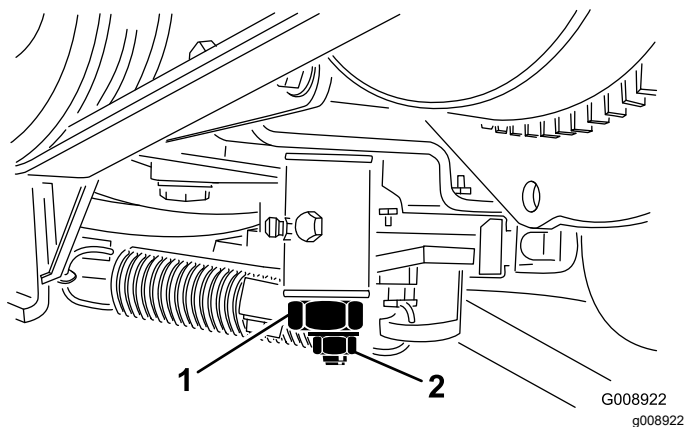

Bild 56
4. Lockern Sie die Sicherungsmutter an der Fahrtriebs-Einstellnocke (Bild 56).